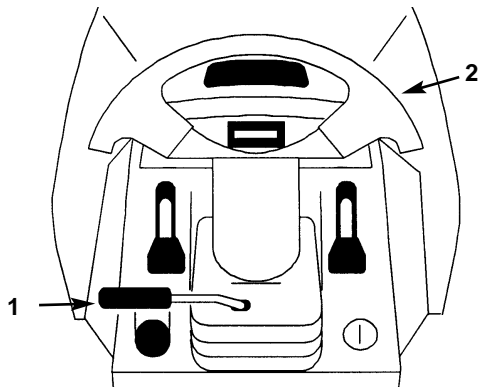

Figure 14
1. Sollevate la leva di inclinazione per sbloccare il dispositivo di fermo (Fig. 14).